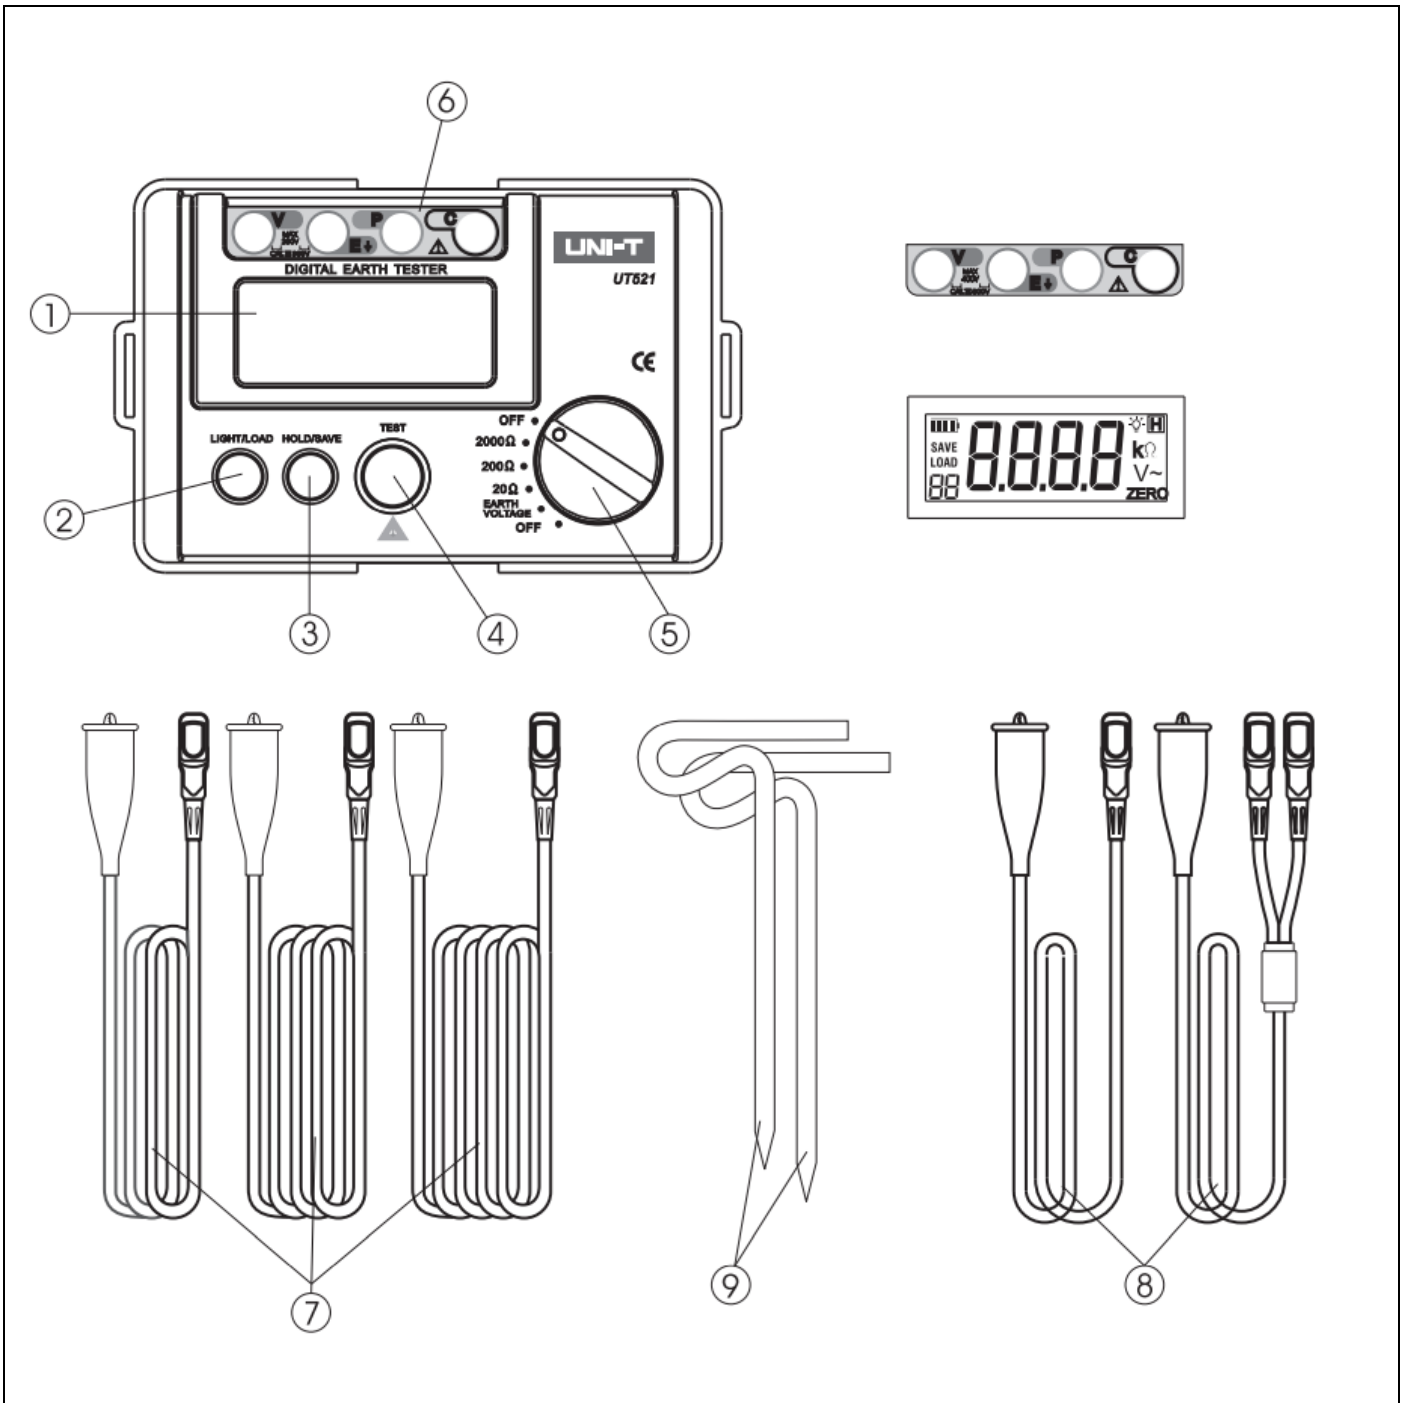

Figura 1
4. Estructura y accesorios del probador (Figura 1)